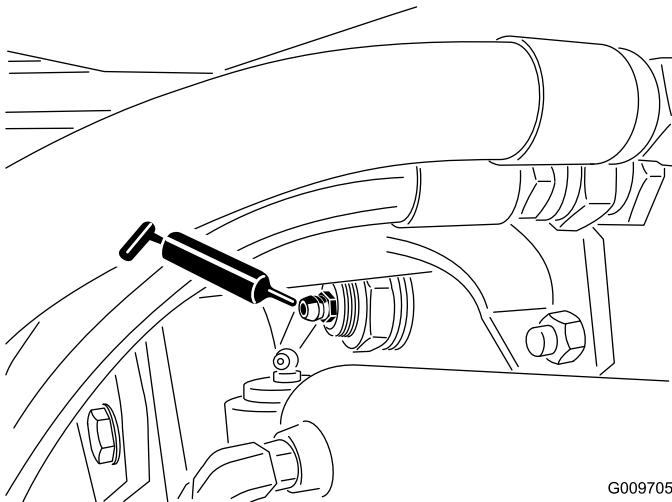

Figura 49
- Articulação do casquilho do eixo traseiro (2) (Figura 49)